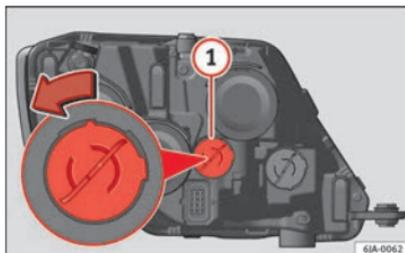

Fig. 94 Cambio de lámpara de la luz diurna.
- Gire el portalámparas » **fig. 94** ① en sentido antihorario y retírelo.